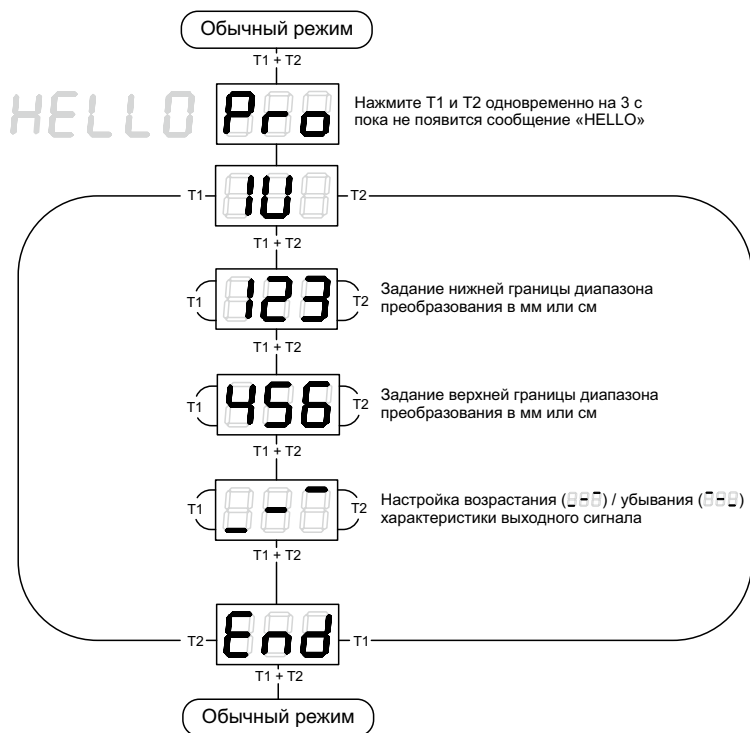

Рисунок 16 – Задание параметров с использованием LED – дисплея для датчика сgm+.../IU/TC
- 1) С использованием LED – дисплея, задание числовых параметров расстояний срабатывания и диапазона преобразования (см. рисунок 16);